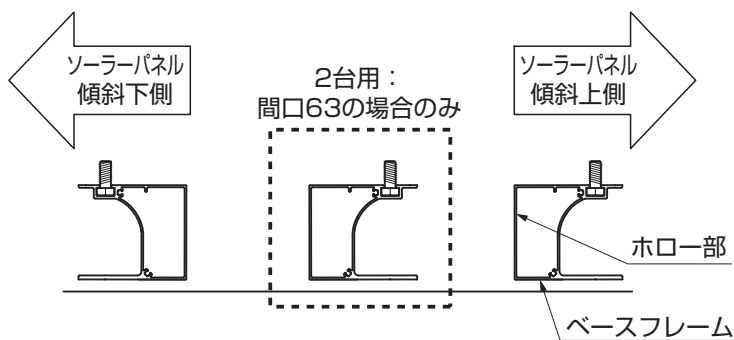
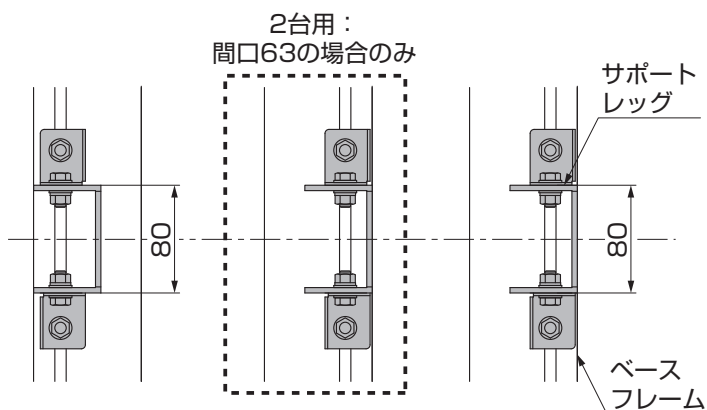

図1-2 ベースフレームの向き
図1-3 上面図
- ベースフレームの向きは図1-2、図1-3を参照して確認してください。